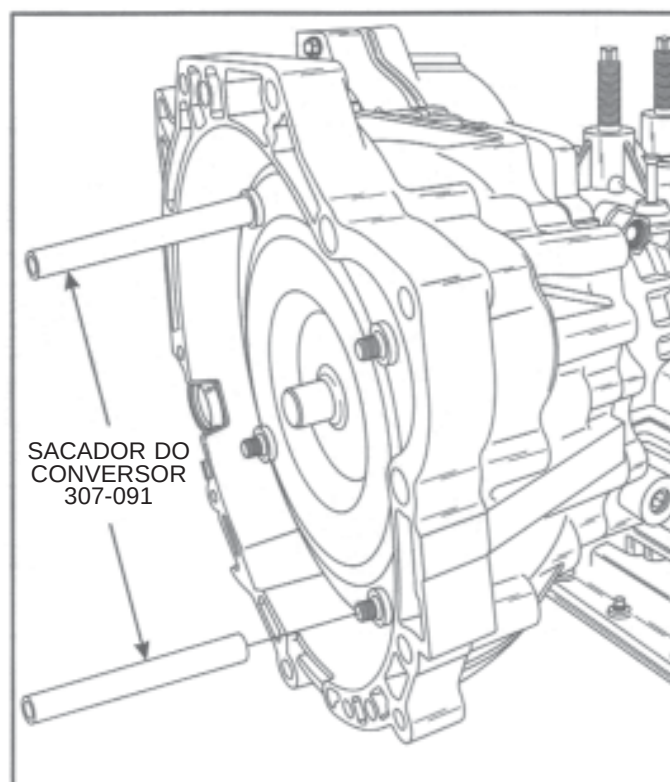

Figura 18
5. Instale no conversor o sacador 307-091, conforme ilustrado na Figura 18, que irá permitir que você gire o conversor ao retirá-lo.